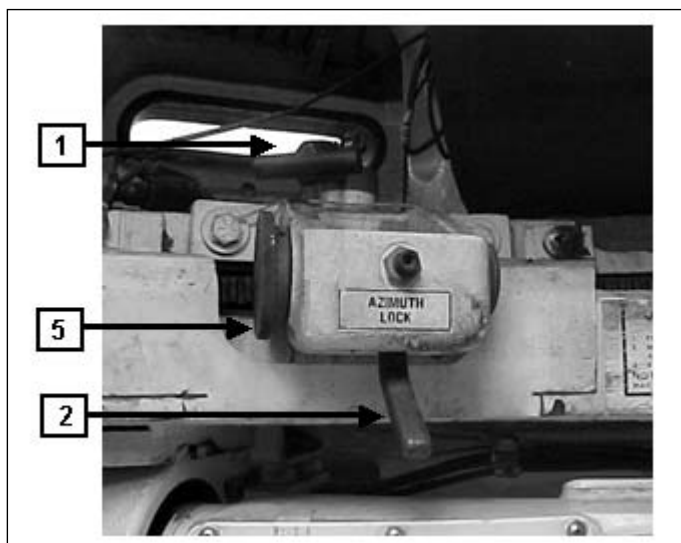
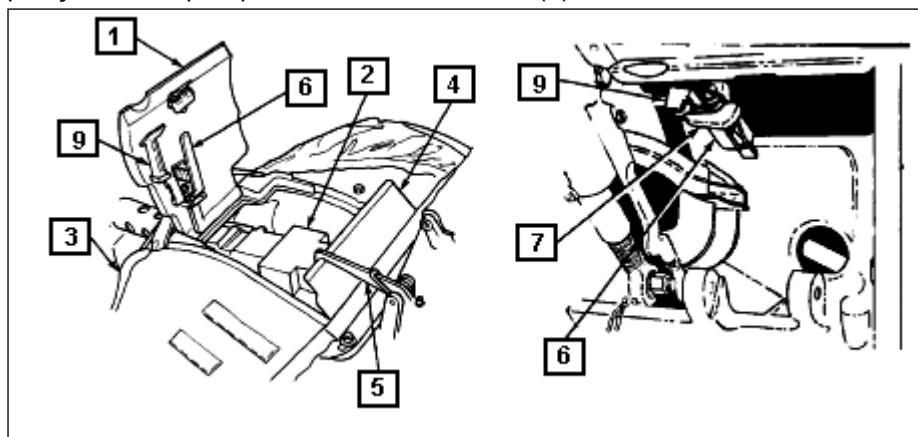

Fig 4-67. Trava de direção
Fig 4-69. Tampa de acesso à Mtr
a. Giro da torreta e elevação da Mtr .50. (Fig 4-67 e 4-68)
(1) Para destravar a torreta, desengatar o travamento, puxando a alavanca de direção (INTERLOCK) (1) para a frente. Empurrar para baixo a alavanca trava de direção (2) para desengatar. Se a Mtr não alinha em direção com o can, desengatar somente a trava de direção.
(2) Girar a alavanca de giro (3), para mover à direita e à esquerda.
(3) Girar a alavanca de elevação (4) à direita para baixar e à esquerda para elevar a Mtr .50. A Mtr pode ser elevada a +60°. e baixada a -15°. Paradas são usadas para evitar o excesso de trabalho.
a. Alinhamento sumário da metralhadora .50 com o canhão.(Fig 4-67 e 4-68)
(1) Empurrar a alavanca de travamento em direção(1) para a frente para desengatar.
(2) Empurrar para baixo a alavanca de trava em direção(2) para desengatar.
(3) Girar a torreta pela rotação da alavanca de giro(3), para alinhamento aproximado da Mtr em direção.
(4) Puxar para fora a alavanca de travamento da direção e, vagarosamente, girar a torreta até que o botão de ajuste em direção(5) e a trava de direção alinhe com a engrenagem. Levantar a alavanca da trava em direção(2) para travar a torreta na posição.
(5) Para posicionar a torreta durante a avaliação do ponto médio de impacto, desengatar a alavanca de travamento de direção e girar o botão de ajuste para cima ou para baixo, após engatar a trava de direção. Girar a alavanca de giro para manusear o botão de giro.
b. Tampas de acesso de operação da metralhadora .50. (Fig 4-69)
(1) As tampas de acesso superior e do berço permitem o acesso à Mtr, durante o uso. Esta é uma operação para dois homens, um dentro do CC e o outro do lado de fora. As portas de acesso devem ser abertas apenas durante o uso.
(2) Para abrir a tampa de acesso do berço(1), baixar a Mtr(2) para a elevação mínima, apertar o prendedor e virar para trás a tampa do berço(3).
(3) Abrir a tampa de acesso superior(4) e travar aberta com o prendedor(5).
(4) Levantar a tampa de acesso do berço(1) e travar com o prendedor(6).
(5) O prendedor da tampa(7) é usado para manter a tampa aberta, para acesso ao berço do armamento, durante o carregamento e uso.
(6) Para engatar o prendedor(7), abrir a tampa do berço(1) na primeira posição, obtida pelo prendedor de fechamento(9).